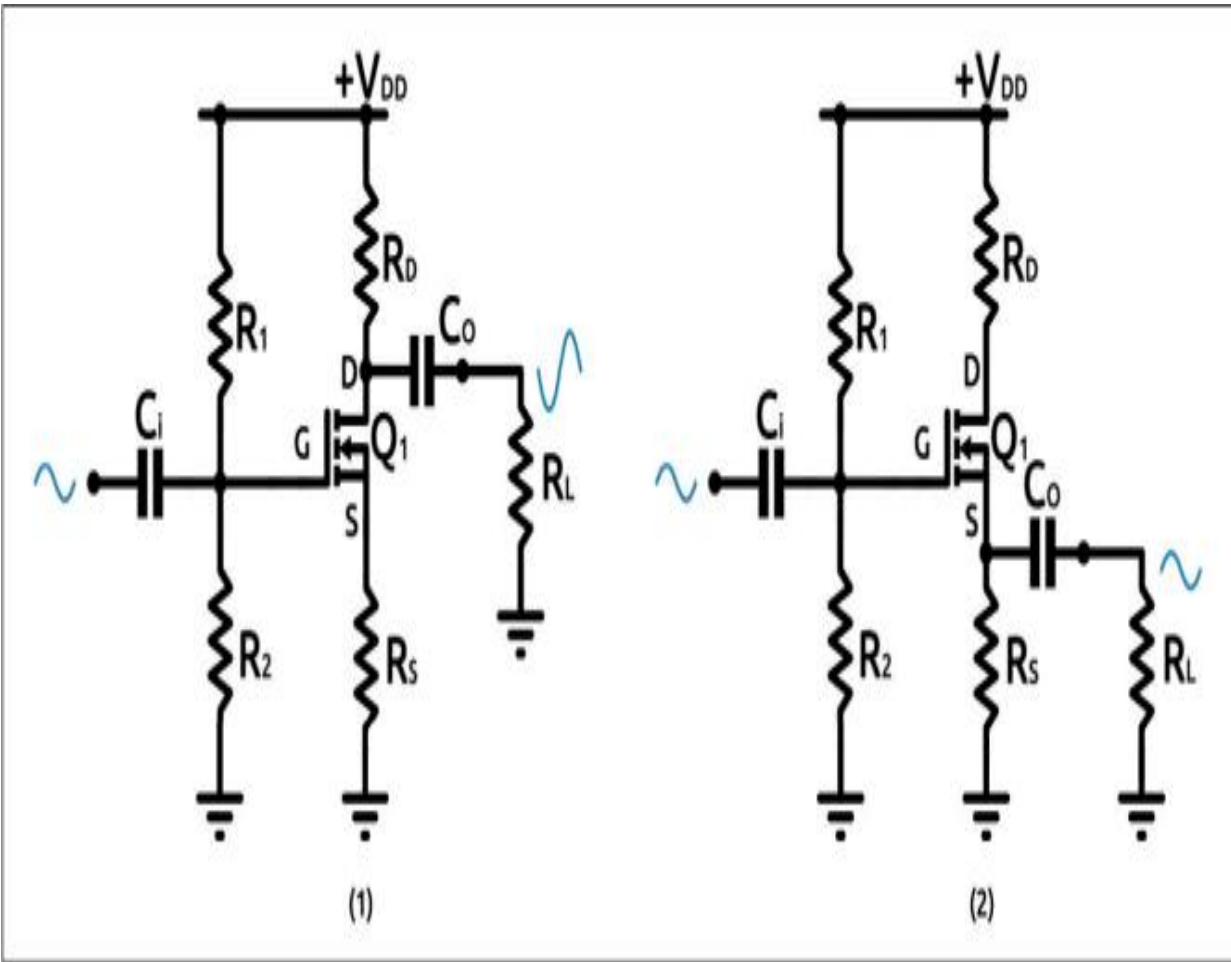

Figura 3.86 – Esquema para un amplificador con MOSFET de fuente común (1) y una configuración con rastreador de fuente (source follower) (2).
Los transistores MOSFET se pueden utilizar para realizar etapas de amplificación. Las configuraciones más utilizadas son las que se muestran en la figura 3.86, donde podemos ver una etapa de fuente común (1) y otra con una configuración de rastreador de fuente (source follower).